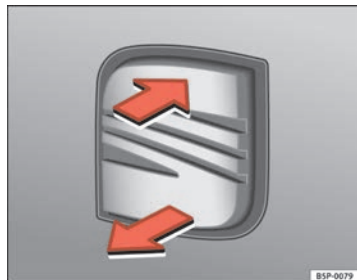

Fig. 64 Portón trasero:
- Tire de la maneta y levante el portón ⇒ fig. 64. El portón se abre automáticamente.